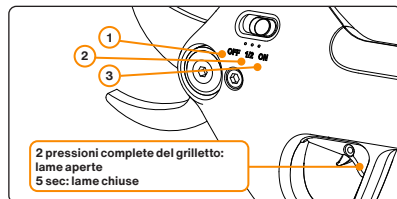

Figura 4: I diversi stadi dell'interruttore di alimentazione e dell'apertura della lama.
• Dopo aver premuto il grilletto, la posizione di ritorno è impostata tramite il posizionamento dell'interruttore. Vedere figura 4.